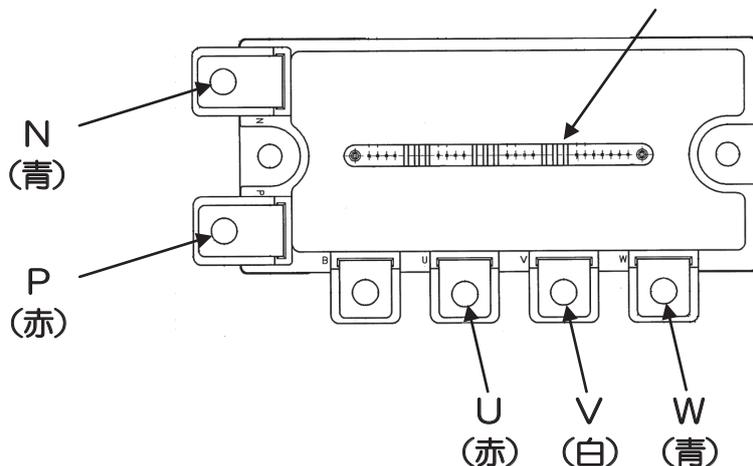

図1 部品配置図
- 3) パワートランジスタのU、V、W、P、Nの配線を外してください。(図1 部品配置図参照)